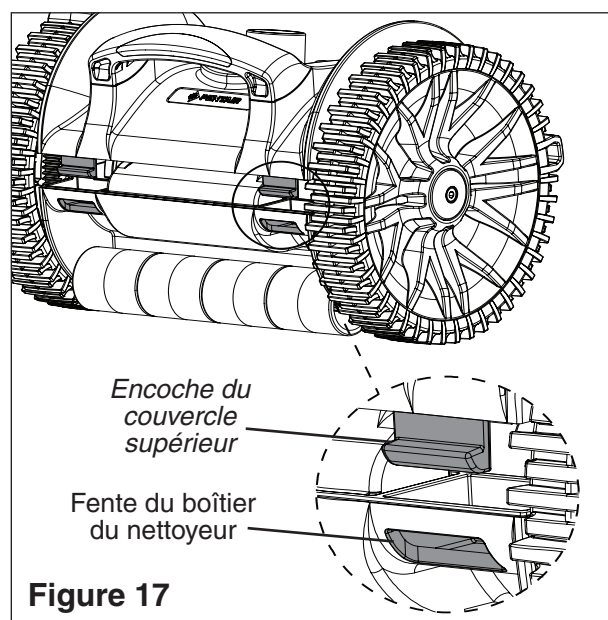

Figure 17
10. Placer les attaches situées à l'arrière du couvercle supérieur dans les fentes situées à l'arrière du boîtier du nettoyeur (voir la **Figure 17**). Une fois que ces attaches sont placées dans les fentes, l'avant du couvercle s'emboîtera.